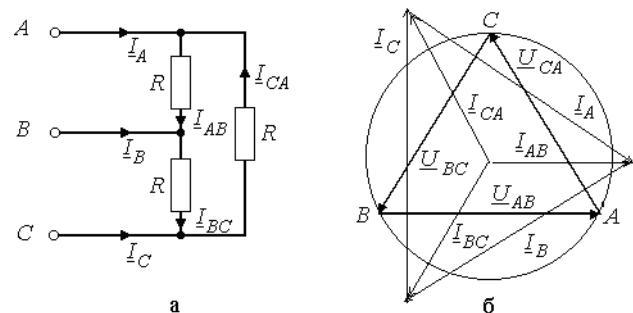

Рис. 10.2
3. Исходная диаграмма напряжений и токов для симметричного треугольника дана на рис. 10.2,б: